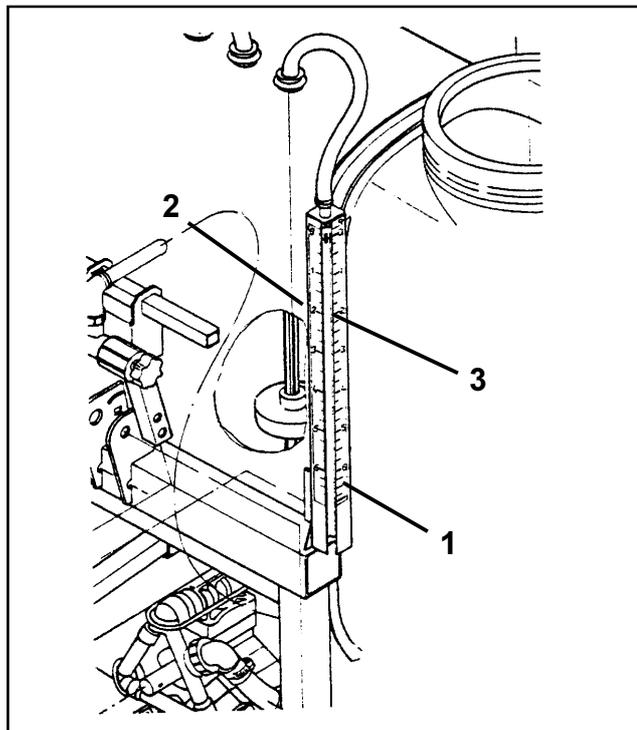

Fig. 9.15
- Versez dans la cuve une quantité précise de 500 l d'eau. L'index (fig. 9.15/2) doit montrer la graduation correspondant à 500 l sur l'échelle (fig. 9.15/1), à savoir la graduation "5". S'il apparaît que le niveau indiqué ne concorde pas avec le volume d'eau versé dans la cuve :
- Amenez l'index (fig. 9.15/2) exactement sur la graduation "5" de l'échelle en faisant tourner la vis (fig. 9.15/3).